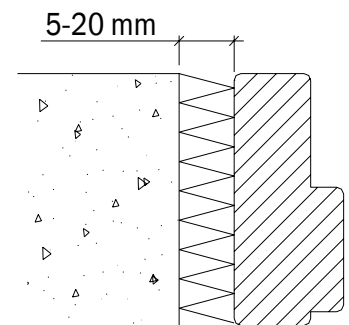

Fig. 2
4. Fugen mellom karm og vegg skal være maks 20 mm (fig2). Fugen dyttes nøye fra begge sider med isolasjonmateriale. (*Ubrennbart isolasjonmateriale ved brann dør*)